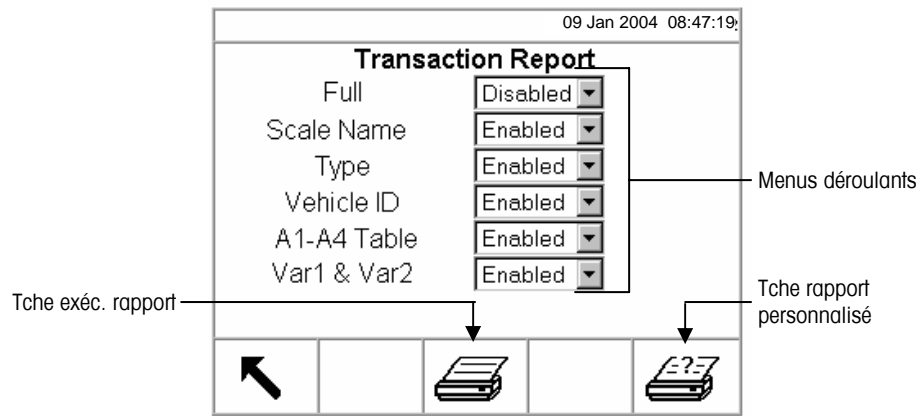

Figure 2-19 : Écran Configuration de rapport (rapport de transaction)
- Appuyez sur la touche programmable EXÉCUTER UN RAPPORT. L'écran Configuration de rapport pour le type de rapport sélectionné s'affiche (voir Figure 2-19).